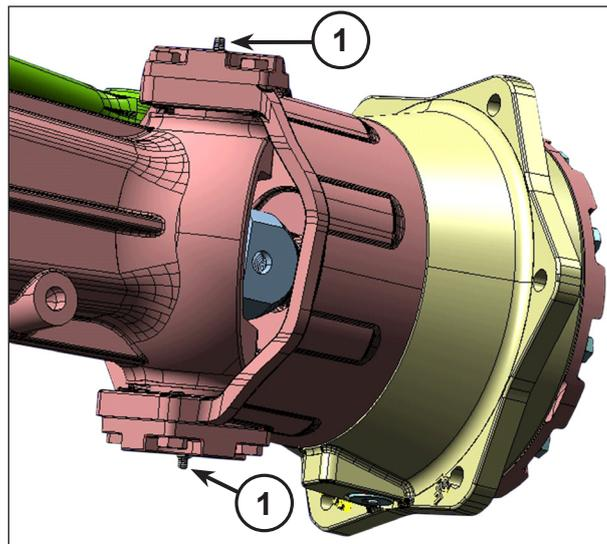

Abb.7-21
- Gelenkbolzen der Endantriebe der Räder der Frontrieb- achse (2 Stück pro Seite) (1, Abb.7-21)